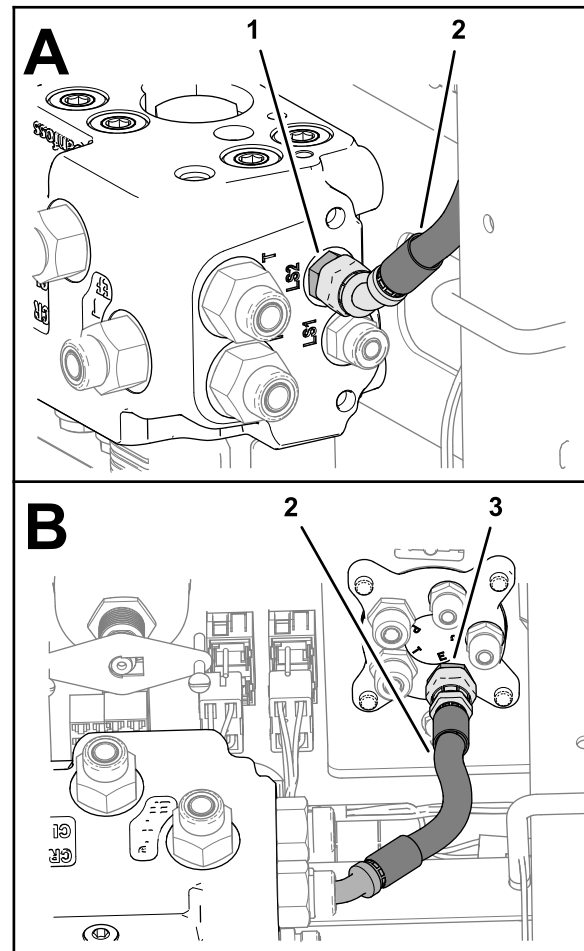

Figura 115
- Monte el acoplamiento de 45° de la manguera de 6 mm x 203 mm (1/4" x 8") en el acoplamiento del orificio LS2 de la válvula de dirección EHI (Figura 115).
- Monte el acoplamiento recto de la manguera de 6 mm x 203 mm (1/4" x 8") en el acoplamiento del orificio E de la válvula de dirección, y apriete ambos acoplamientos (Figura 115).